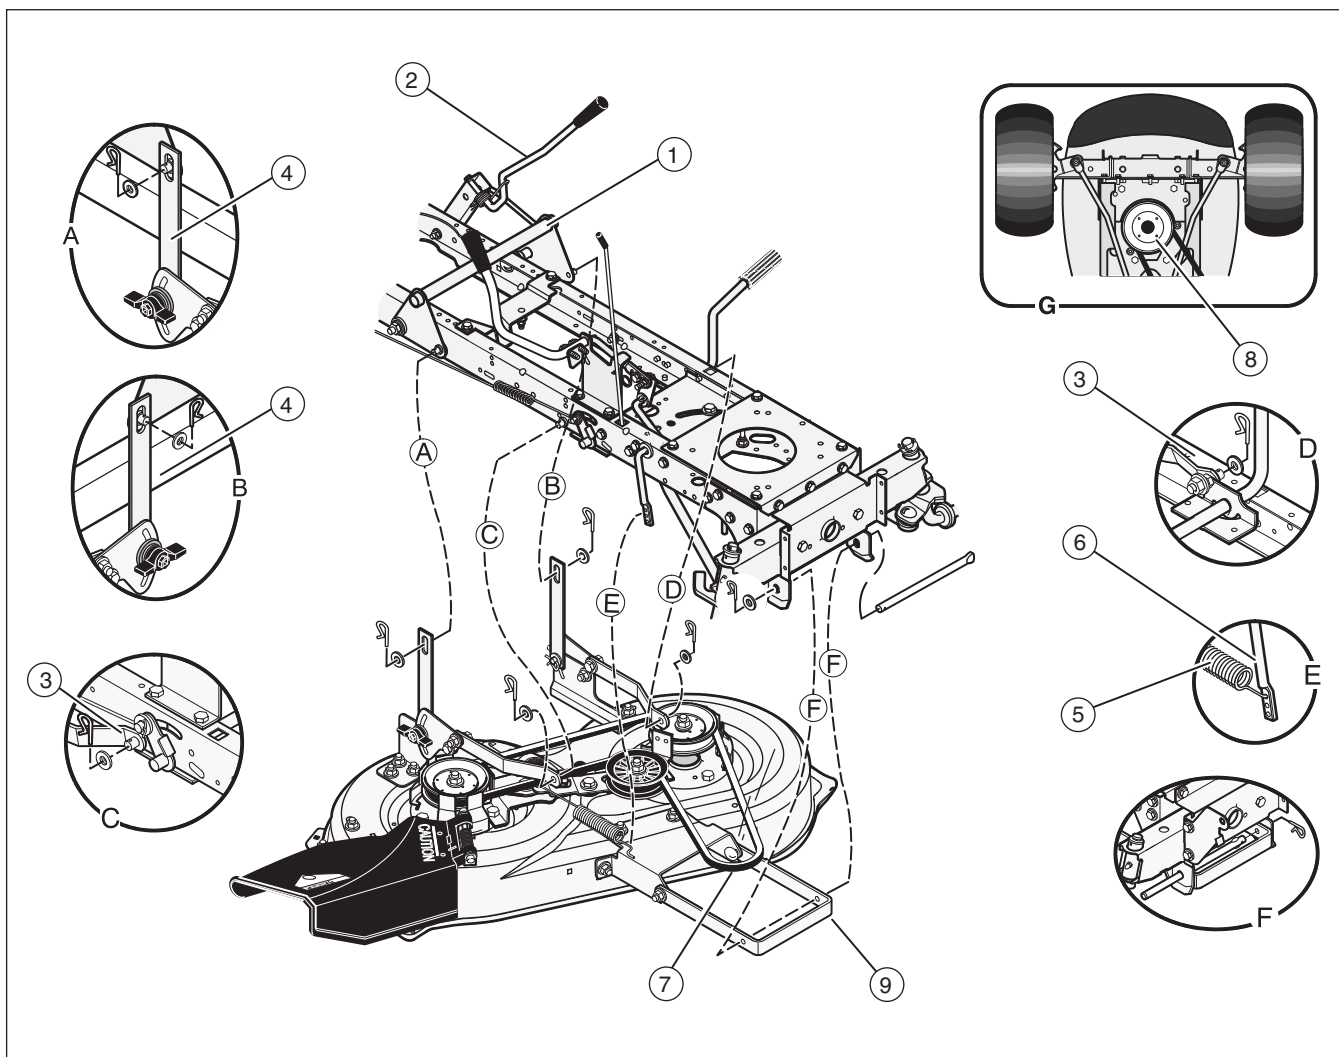

Figura 22
1. Mettere il comando di rotazione della lama (1) in posizione DISINNESTO (Figura 22).
2. Spostare la leva di sollevamento (2) sulla posizione di regolazione del livello.
3. Rimuovere i chiodini e le rondelle dalle staffe di regolazione (3). Vedere le illustrazioni "C" e "D".
4. Rimuovere i chiodini e le rondelle dagli anelli di sospensione (4). Vedere le illustrazioni "A" e "B".
5. Scollegare la molla di allungamento (5) dall'asta di controllo della lama (6). Vedere l'illustrazione "E".
6. Scollegare il supporto anteriore (9) dal supporto dell'asse. Vedere l'illustrazione "F".
7. Togliere la cinghia di trasmissione del tagliarba (7) dalla puleggia di scarico (8).